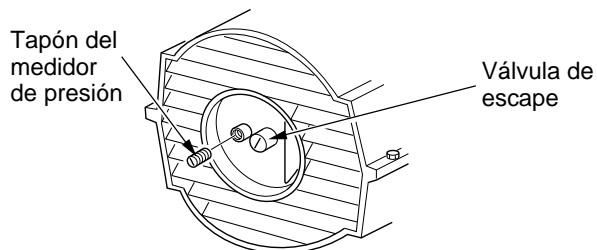

Figura 13 - Desmontaje del tapón del medidor de presión (Se muestran los modelos 40/55/60/70)
1. Desmonte el tapón del medidor de presión de la cubierta del extremo del filtro (consulte la figura 13).